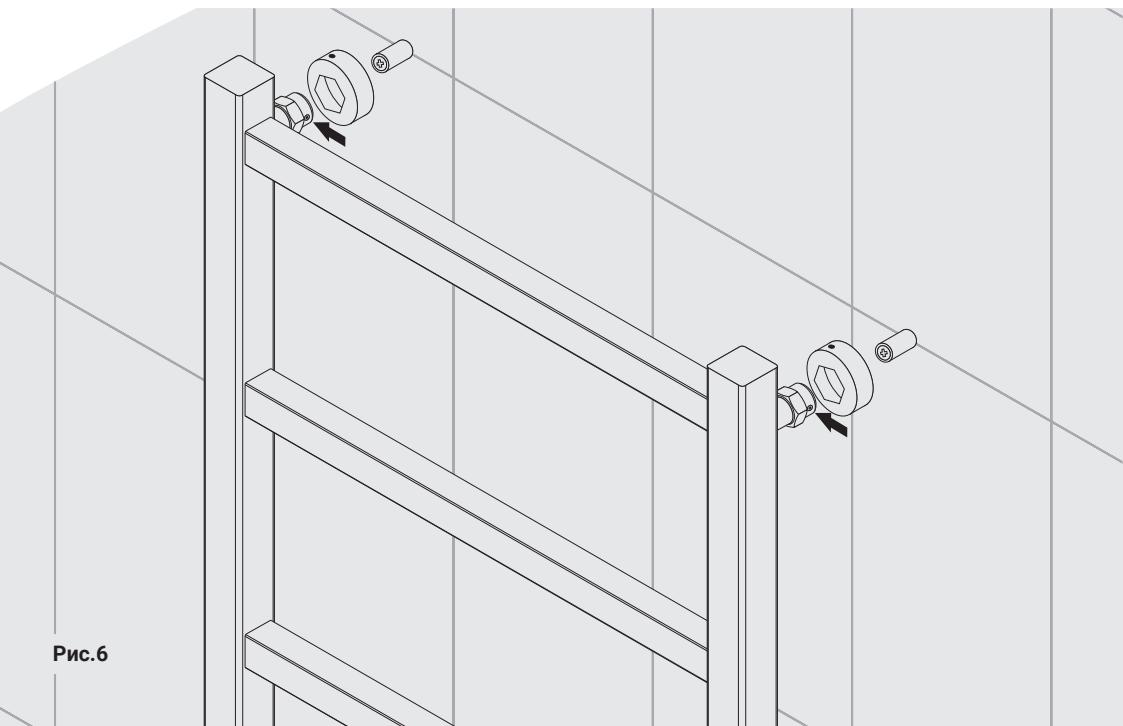

Рис.6
6.9. Одновременно с подключением водяной части установите полотенцесушитель на опоры, используя декоративные отражатели (рис. 6).
6.10. Отрегулируйте расстояние от стены и зафиксируйте стопорные винты, расположенные в корпусе вставок  $3/4"$  при помощи шестигранного ключа №2,5 (рис. 6).